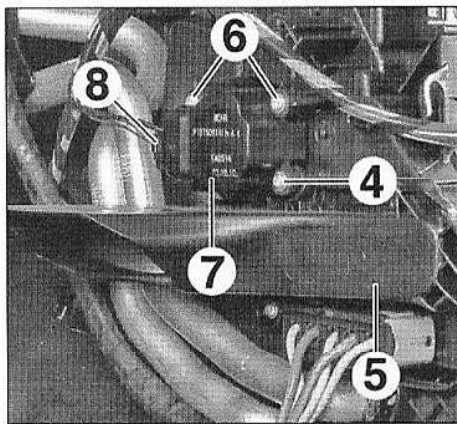

FIG.31
- Déposer (Fig.31) :
- la vis (4),
- le conduit d'air (5),
- les vis (6).
- Dégager le servomoteur (7).
- Débrancher le connecteur (8).
- Déposer le servomoteur (7).